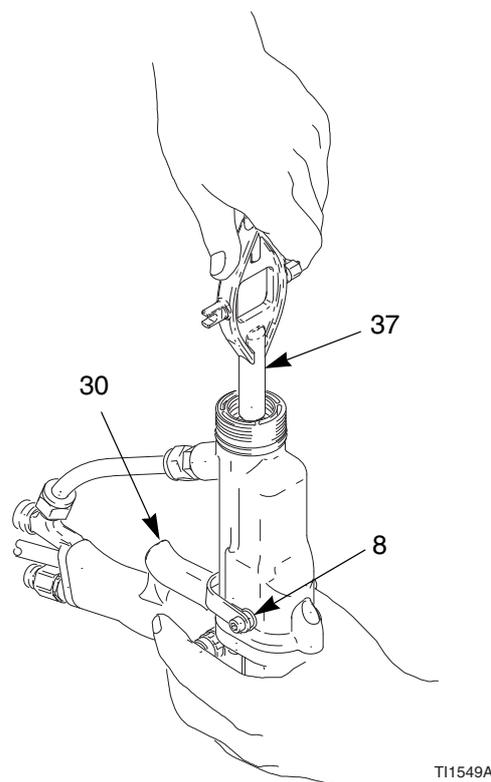

Fig. 14. Retrait du presse-étoupe pour le fluide
4. Desserrez les vis de la gâchette (8) puis la gâchette (30). Consultez la FIG. 14.
5. Retirez la tige de presse-étoupe (26) à l'aide de l'outil multifonctions (37).